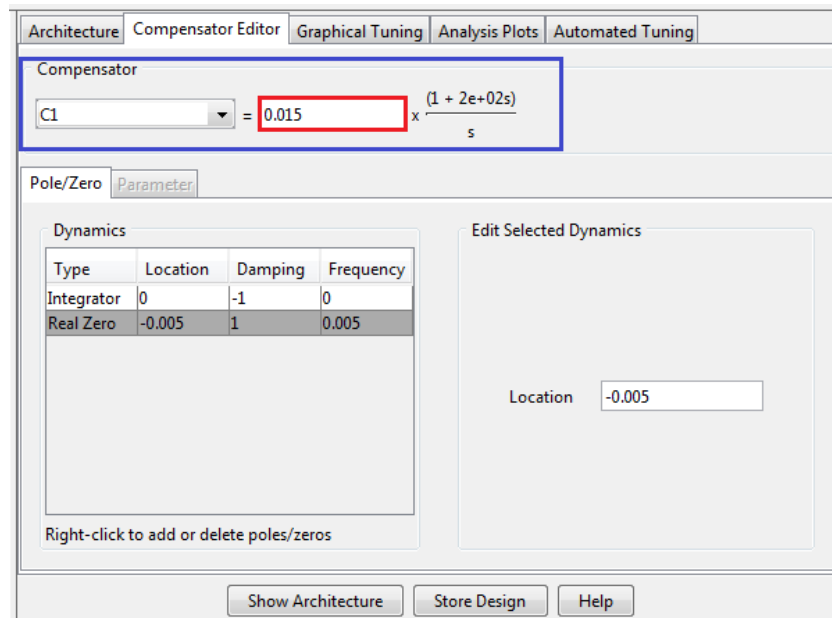
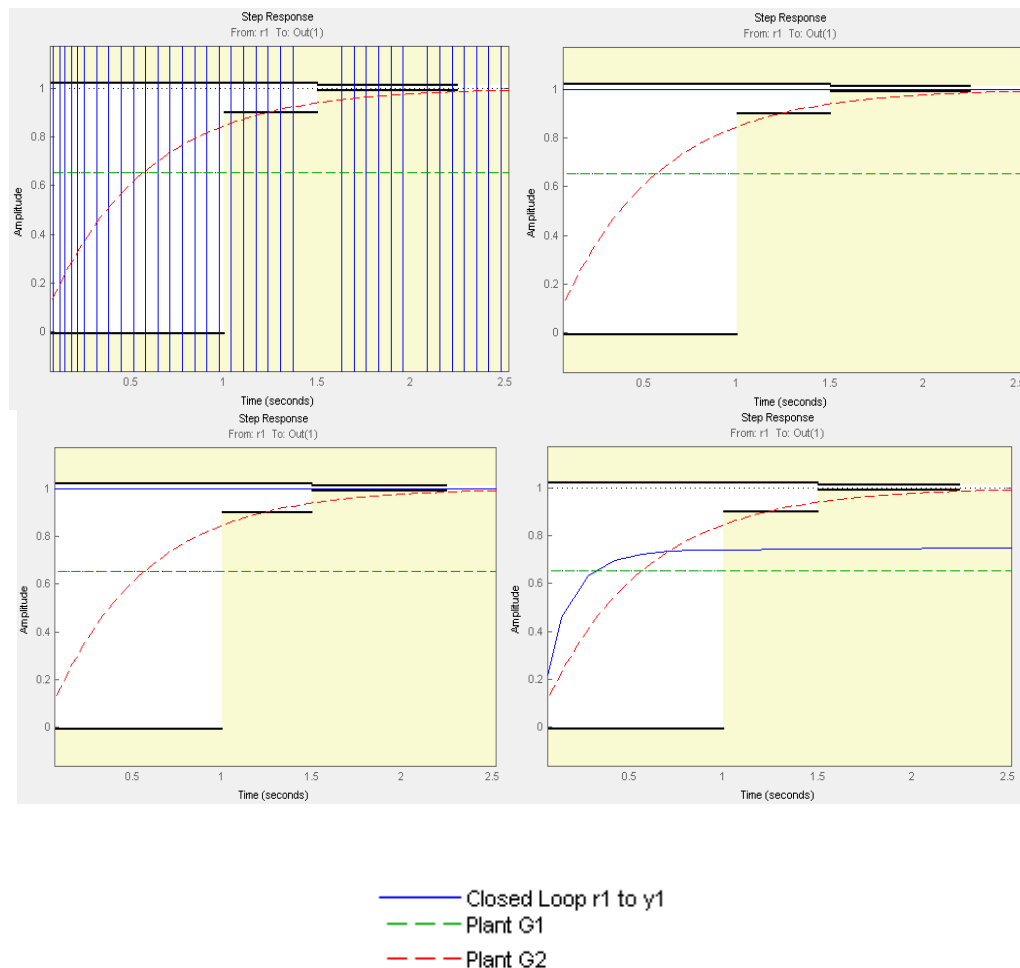

Figura 92. Insertar valores en recuadro Compensator editor.
Figura 93. Resultado Sintonización para la función de transferencia del controlador PID, para la Posición y Velocidad.
- Inserte en el recuadro *Compensator* de color rojo de la figura 92, uno a uno los posibles valores probando hasta encontrar el que proporcione la ganancia adecuada para los requerimientos de diseño. Para el motor ejemplarizado en esta guía se insertaron uno a uno los valores (15, 5, 1.5 y 0.015) encontrando que el valor adecuado es 0.015 obteniendo el resultado final en el recuadro azul de la figura 92, y las curvas resultado de la Figura 93.
En este ejemplo observe cómo en la Figura 93, al insertar un valor de ganancia proporcional el sistema mejoró su tiempo de subida considerablemente, se mejoró el comportamiento y estabilidad general, así como los tiempos de reacción. Al hacer pruebas se puede determinar que en muchos casos una vez obtenido un valor efectivo de sintonización, se pueden probar sus múltiplos para afinar la sintonización. Obteniendo los resultados del recuadro de color azul de la Figura 92 y las curvas resultado de la Figura 93, finalizando así el proceso de sintonización del controlador híbrido en cascada de Sisotool.